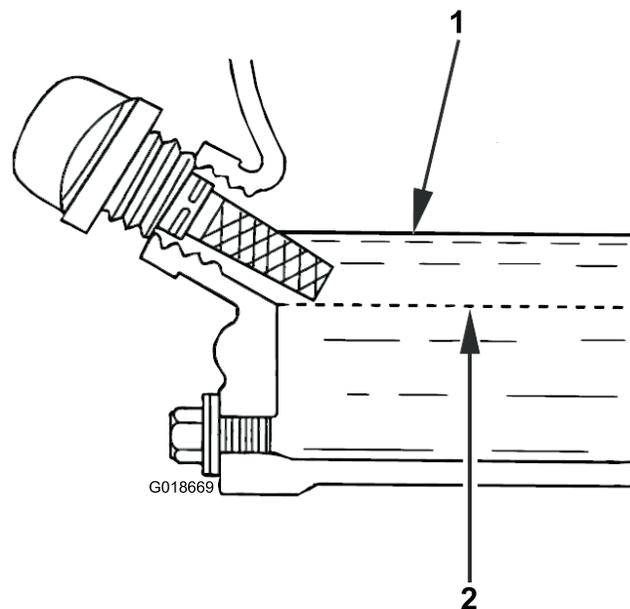

Figure 14
- Essuyez la tige du bouchon de remplissage-jauge d'huile sur un chiffon propre et remettez-la dans l'orifice de remplissage. Ne la revissez pas dans l'orifice de remplissage. Ressortez-la jauge et vérifiez le niveau d'huile. Si le niveau d'huile est près ou en dessous du repère inférieur sur la jauge, ajoutez une quantité suffisante d'huile pour faire monter le niveau jusqu'au repère supérieur (bord inférieur de l'orifice de remplissage) (Figure 14). Vérifiez de nouveau le niveau d'huile. Ne remplissez pas excessivement.